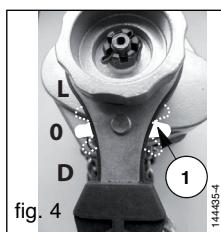

fig. 4
2. Placer la manette du sélecteur (rep. 1 fig. 4) de mouvement en position neutre "0".
4. Si le volant est bloqué, placer le sélecteur sur la position "D" (fig. 4) et tirer manuellement vers le bas le brin de chaîne équipé du crochet. Replacer le sélecteur sur la position "0" et tirer sur la chaîne ainsi libérée à l'aide de la butée de fin de course basse.
1. Pour lever, tirer ou tendre, placer la manette du sélecteur dans la position "L" (fig. 4) et actionner le levier en va-et-vient.
2. Pour descendre ou relâcher, placer la manette du sélecteur dans la position "D" (fig. 4) et manœuvrer le levier en va-et-vient.